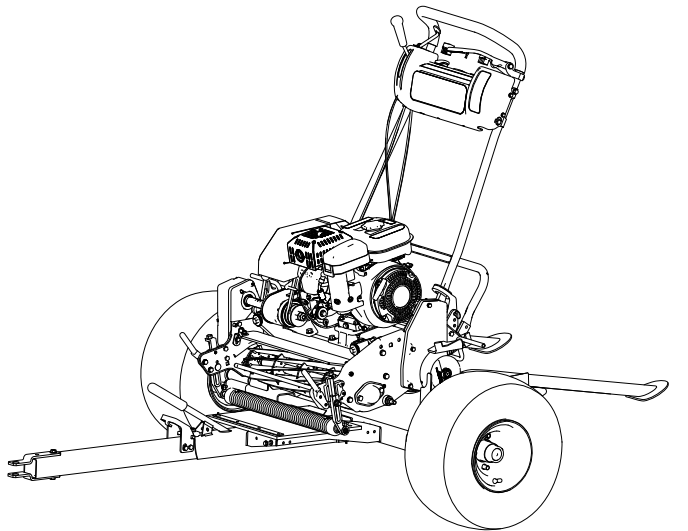

图12
3. 从果岭机上拆下集草斗、分离滚刀驱动、然后将油门移至最慢速的位置。**缓慢地**将果岭剪草机开到拖车上直至接触阻轮器图12。